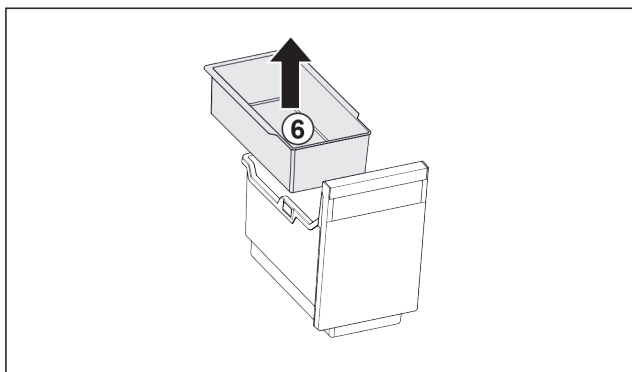

Fig. 95
- ▶ Wyjąć półkę zawieszoną Fig. 95 (6).